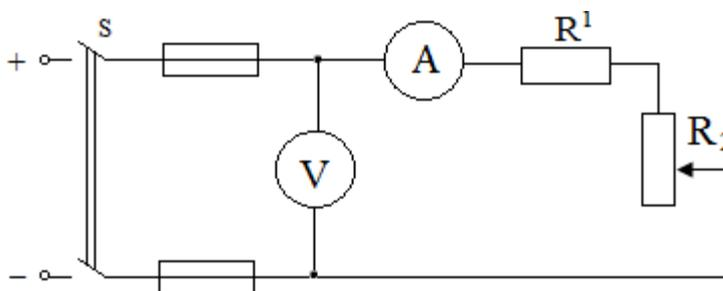

Рис. 1. Схема для проверки закона Ома
3. Собрать электрическую цепь по схеме, приведенной на рис. 1.